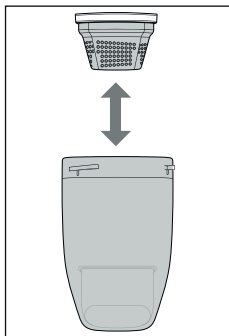

Fig. 8
3. Saisissez le filtre à poussière ⑤ avec le pouce et l'index et sortez-le avec le boîtier du filtre ④ hors du bac à poussière ③ (voir fig. 8).
4. Videz le bac à poussière ③ dans une poubelle et essuyez-le si nécessaire avec un chiffon humide.
5. Insérer à nouveau le filtre à poussière ⑤ avec le boîtier du filtre ④ dans le bac à poussière ③ (voir fig. 8).